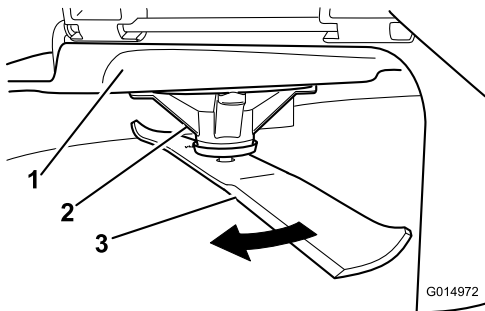

Figure 95
2. Enfilez des gants épais ou utilisez une autre protection adéquate pour les mains, et faites tourner la lame lentement jusqu'à une position permettant de mesurer la distance entre le tranchant et la surface plane sur laquelle se trouve la machine (Figure 95).